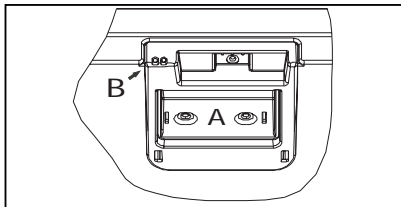

Abbildung 6.
8.2. Innenbeleuchtung (Abb. 6.)